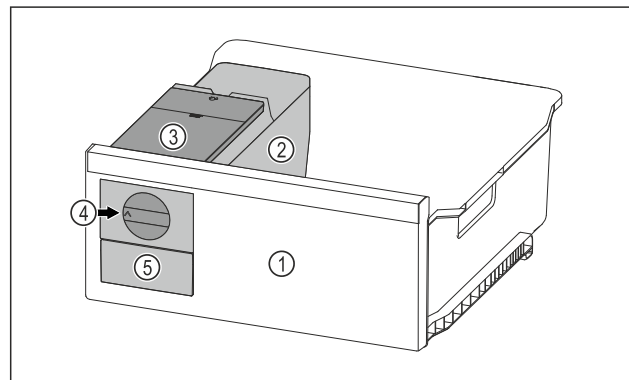

Fig. 102 Примерное изображение
- ▶ Поверните поворотную кнопку Fig. 102 (4) по часовой стрелке до упора.
- ▶ Кубики льда упадут из ванночки для кубиков льда в выдвижной ящик для кубиков льда Fig. 102 (5).